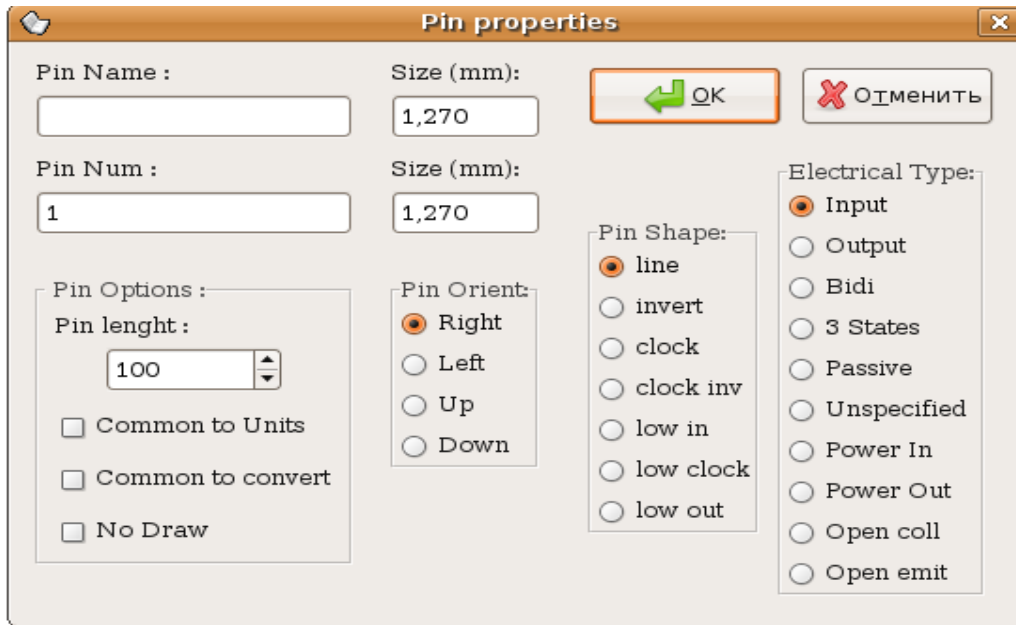

Рисунок 3 — Диалоговое окно: свойства вывода
9. Добавить контакт  в появившемся диалоговом окне (рисунок 3) установить параметры: